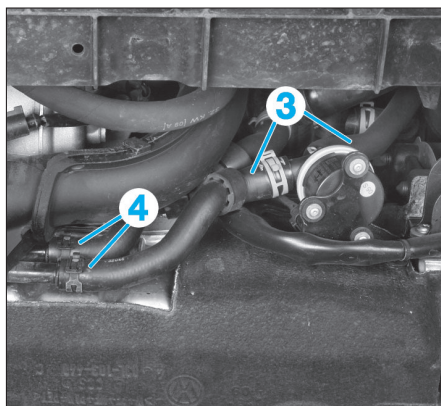

FIG. 47
- les durites (3) et (4) de la pompe de recirculation (Fig.47).